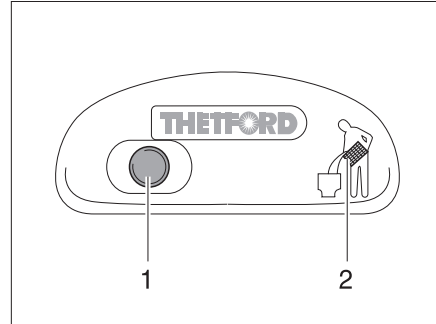

Fig. 152 Botón de lavado/luz de control del inodoro Thetford
- Para lavar, pulsar el botón de lavado azul (Fig. 152,1).
La luz de control (Fig. 152,2) se enciende cuando es necesario vaciar el cassette Thetford.